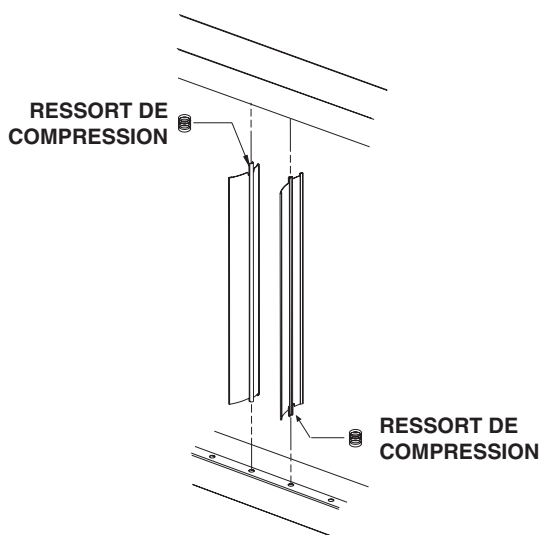

Figure 3. Installation de persiennes
- b. Avec la lame de persienne la plus large orientée vers l'échangeur de chaleur, poussez la languette avec le ressort de compression dans le trou du cadre de persienne supérieur ou inférieur (voir Figure 3)—le ressort se comprime. Insérez la languette située à l'autre bout de la persienne dans le cadre du volet opposé. Pour un flux d'air vers la gauche, compressez le ressort dans le cadre de la persienne supérieure. Pour un débit d'air correct, compressez le ressort dans le cadre de la persienne inférieure.